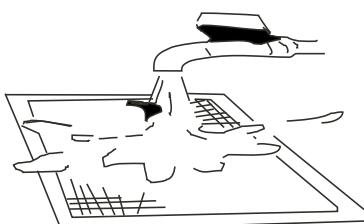

Рис. 2
- При промывании фильтр в воде держите его за загрязненную поверхностью вниз (рисунок 2).